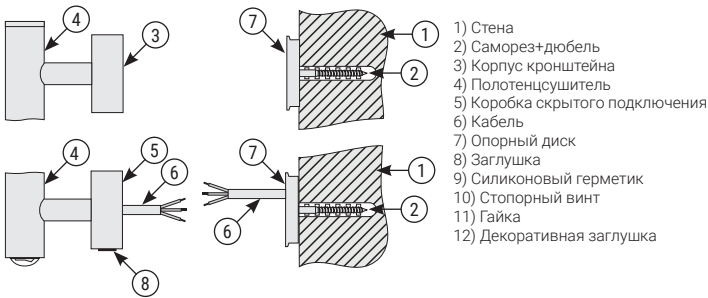

Рис.1
4.3. В полученных метках (п. 4.2) сделать отверстия диаметром 6 мм и произвести монтаж внутренних опорных дисков для верхнего кронштейна и коробки подключения (рис. 1) с помощью саморезов и дюбелей.
- 4.10. Подготовить концы проводов для последующего соединения и зачистить их (**рис. 1**).
- 4.11. Установить круглую заглушку на нижней стороне соединительной коробки вместо заглушки с отверстием (**рис. 1 «8»**).